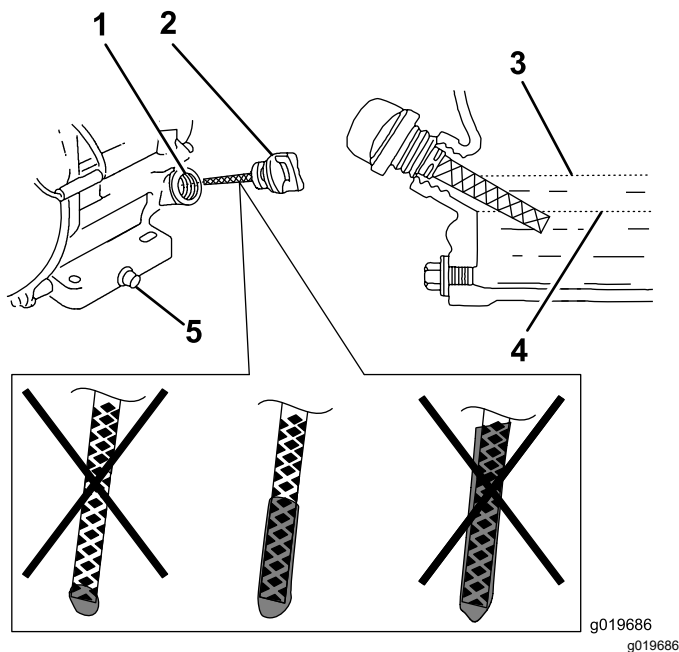

Figura 26
6. Retire a vareta e verifique o nível de óleo do motor (Figura 26).